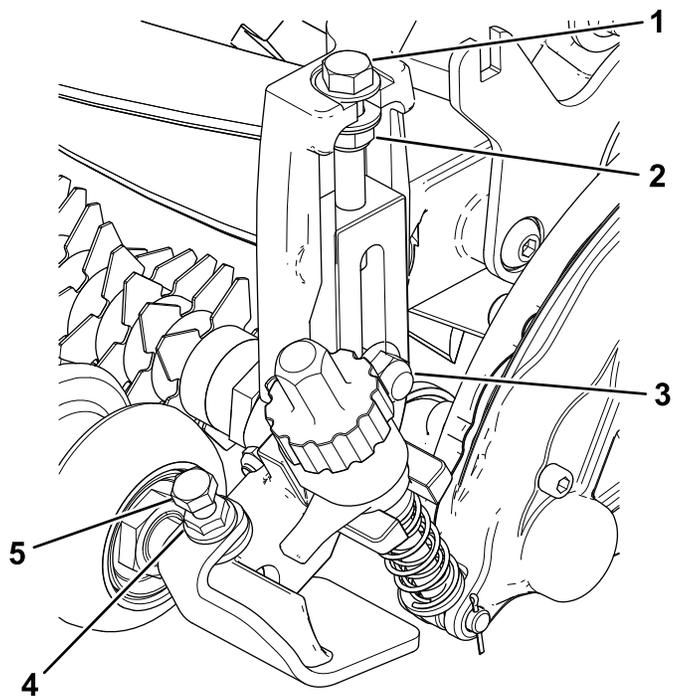

**Figura 11**
2. No lado da caixa do rastelo, deslize a barra do braço de ajuste do suporte da altura de corte para o espaço na caixa de transmissão do rastelo e fixe-a com um pino de ajuste e um perno de gancho, como se mostra na Figura 11.